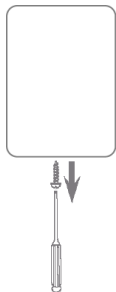

Figura 1
1. Aprire il contenitore utilizzando un cacciavite per rimuovere la vite in basso (vedi Figura 1).